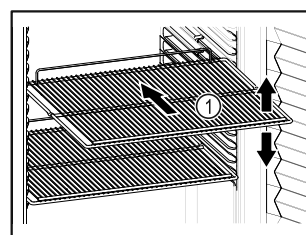

Fig. 56
- Om gallren *Fig. 56 (1)* kan flyttas om ska de anpassas på höjden.